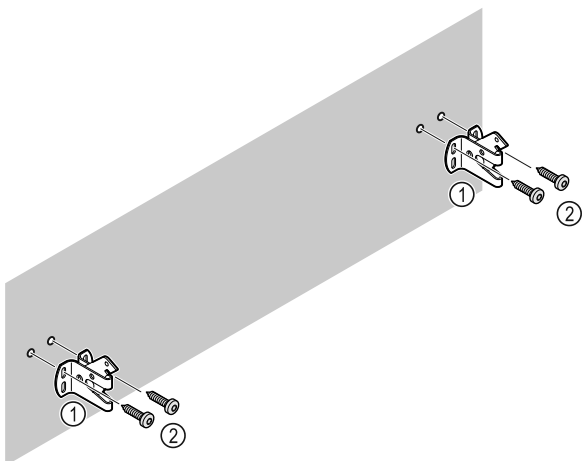

Fig. 12
Selon les propriétés du mur (bois, béton), utiliser un matériel de fixation approprié (par ex. des chevilles) et suffisamment de points de fixation Fig. 12 (2).
- ▶ Fixer les crochets de sécurité. Fig. 12 (1)